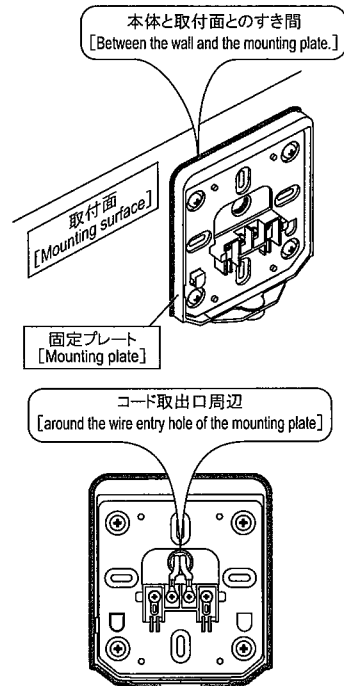

図1 [Figure 1]
- 取付面に凹凸があり防水性が保てない場合は、本体と取付面とのすき間や固定プレートのコード取出口周辺を防水シール剤などでコーティングしてください。(図1参照)
- When the mounted wall surface is not flat enough and can not avoid water intrusion, please provide seal coating between the wall and the mounting plate and around the wire entry hole of the mounting plate. (Refer to Figure 1)